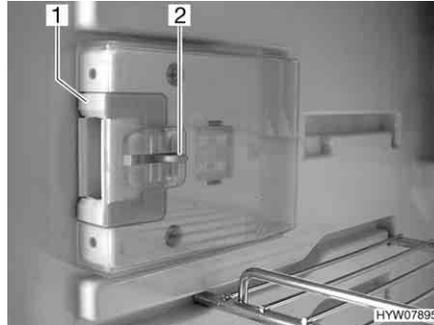
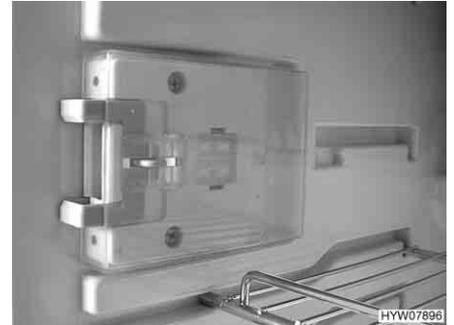

Fig. 138 Dispositivo di chiusura in posizione normale
Fig. 139 Dispositivo di chiusura in posizione di ricircolo d'aria
- Premere il dispositivo di sblocco (Fig. 138,2).
- Spingere il dispositivo di chiusura (Fig. 138,1) in avanti (Fig. 139).